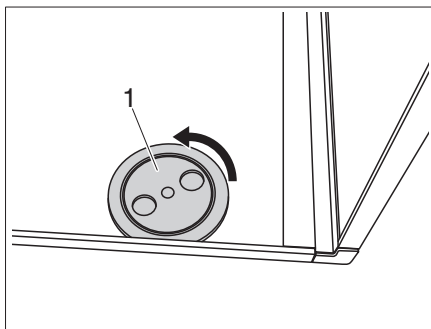

Figura 26 Retirar la cubierta
- Desatornillar (Figura 26,1) la cubierta en las fijaciones a izquierda y derecha.